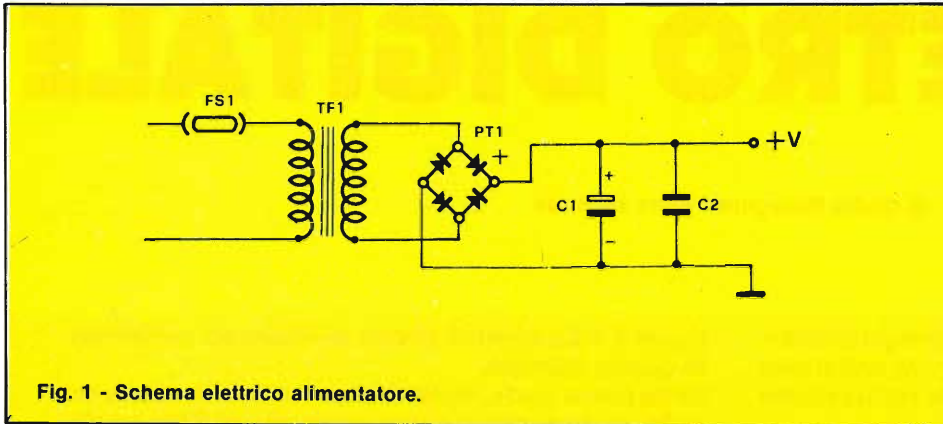

Fig. 1 - Schema elettrico alimentatore.
**figure 1 e 2 e relativo elenco componenti pubblicato in questa puntata.**
Tutti i componenti delle figure 1 e 2 trovano posto sul circuito stampato MK075 a doppia faccia con fori metallizzati, compreso il trasformatore di alimentazione. Per assemblare la scheda oltre a seguirne la serigrafia, su di essa riportata, faremo riferimento alla figura 3 in cui vediamo la vista dal lato componenti.